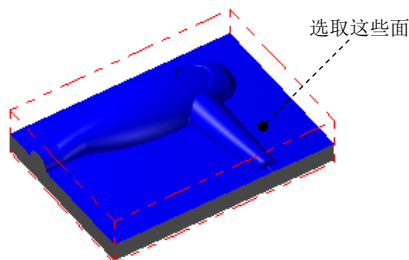

图 11.13.24 设置加工区域
Step2. 设置加工区域。在图形区中选择图 11.13.24 所示的面（共 19 个），单击 Enter